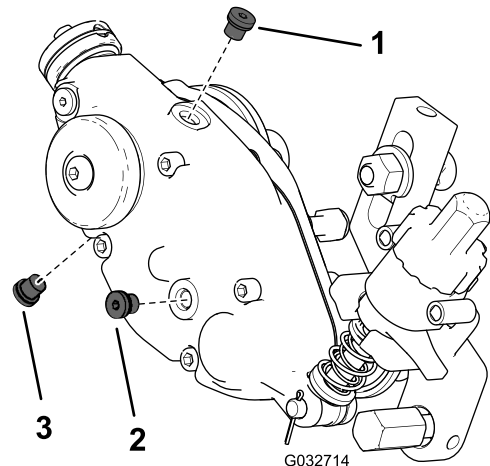

Figura 22
2. Rimuovete il tappo di spurgo situato nella parte inferiore dell'alloggiamento (Figura 22).
3. Rimuovete il tappo di livello sul lato dell'alloggiamento per creare uno sfiato per un migliore spurgo dell'olio (Figura 22).
7. Rimuovete il tappo di riempimento situato nella parte superiore dell'alloggiamento (Figura 22).